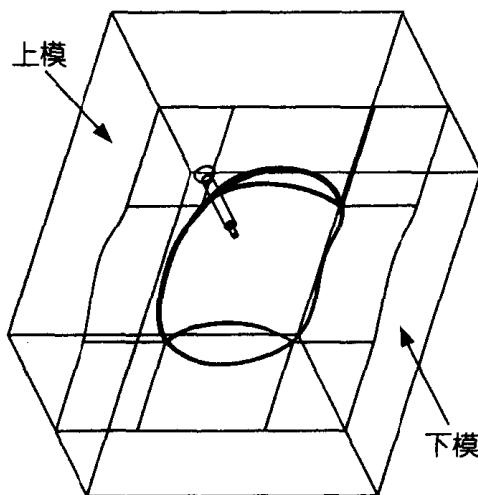

图 1.5
- (5) 利用分模面将胚料拆为数个模型体积(Mold Volume)，或建立砂芯体积、滑块体积与销体积等。
- (6) 选取 MOLD | Mold Comp(Mold Component 的缩写)将模型体积、砂芯体积、滑块体积、销体积等转换为上模型腔、下模型腔、砂芯、滑块与销等，如图 1.5 所示。